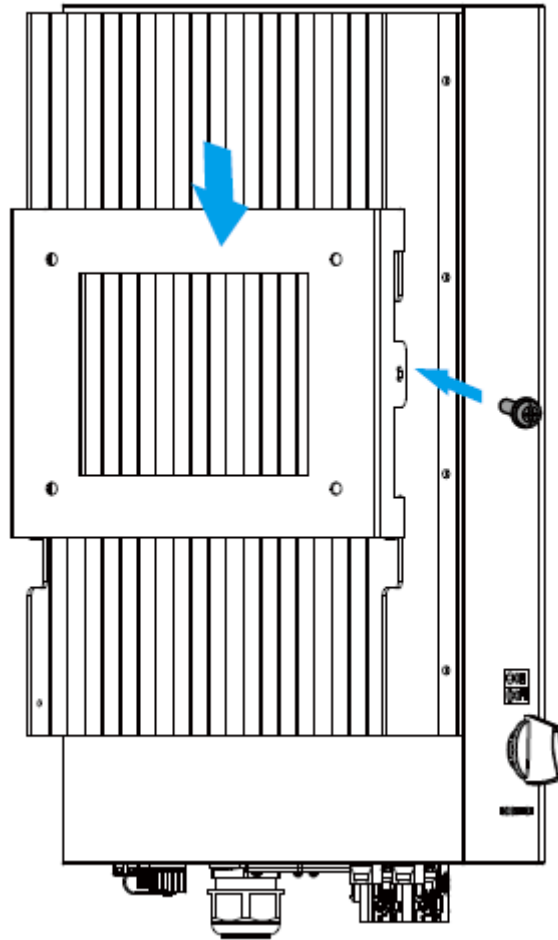

Рисунок 4.6. Монтаж инвертора.
3. Закрепите инвертор на кронштейне, а затем с помощью винта М4 зафиксируйте радиатор инвертора на подвесной пластине, чтобы инвертор не перемещался, см. Рисунок 4.6.